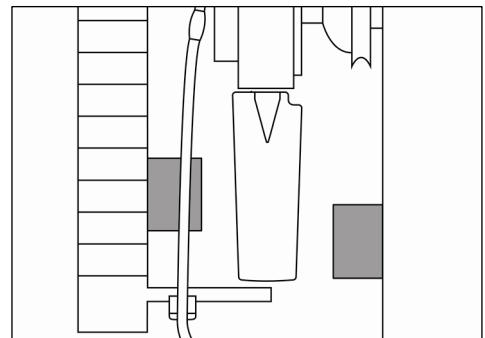

Abb. 35
- 30) Sicherstellen, dass die Flügelblätter in der Querstellung mit keinen Objekten vor oder hinter dem Ventilator kollidieren (Mindestabstand 5 mm (0.196“) / siehe Abb. 35).